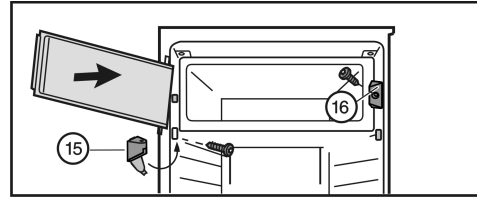

Fig. 8
- ▶ Монтирайте затварящия елемент Fig. 8 (16).
- ▶ Монтирайте лагерната стойка Fig. 8 (15) и затворете капакa.